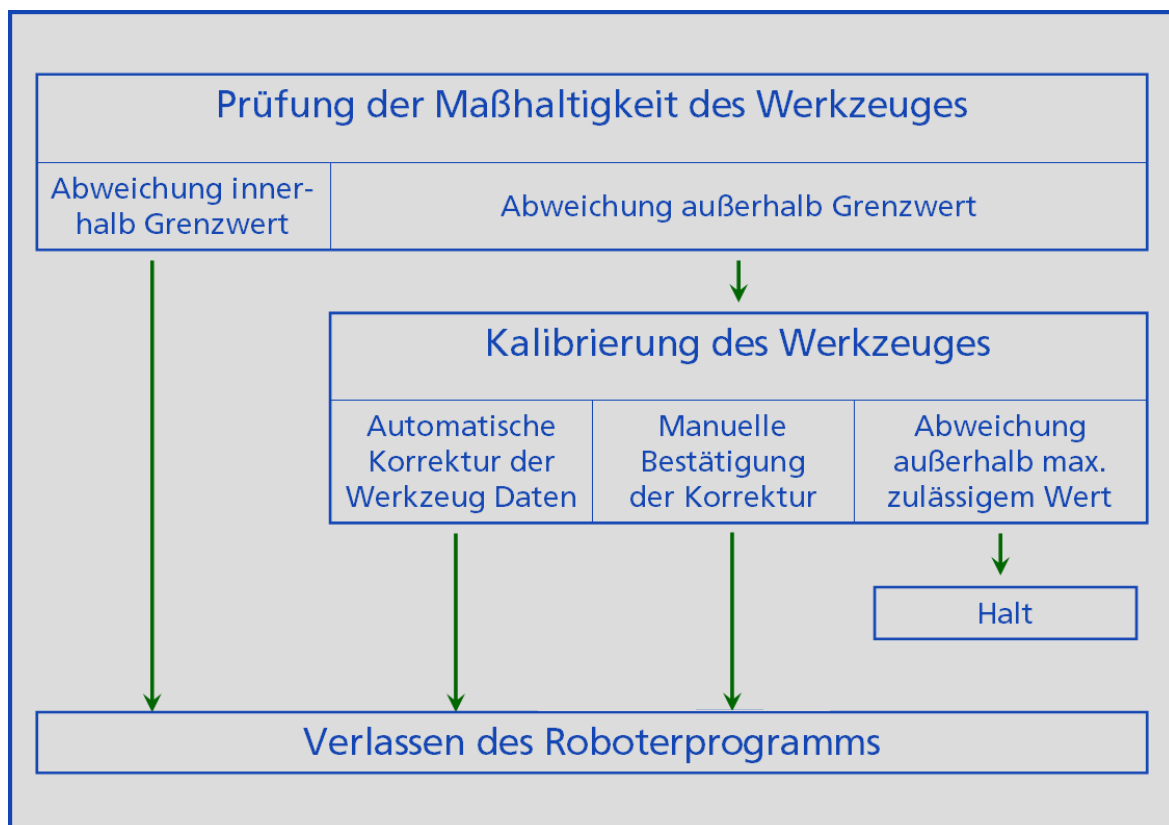

Abbildung 17: Schematische Darstellung Standardprüfung
- Standardprüfung: Prüfung mit eventueller Korrektur des Tools (siehe Abbildung 17).